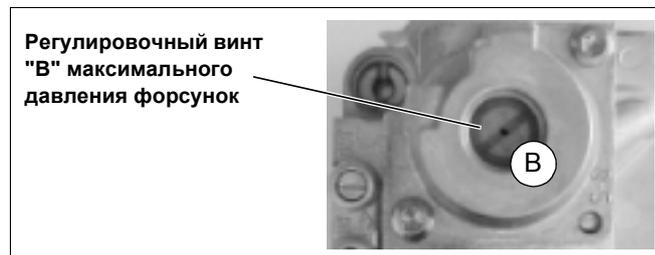
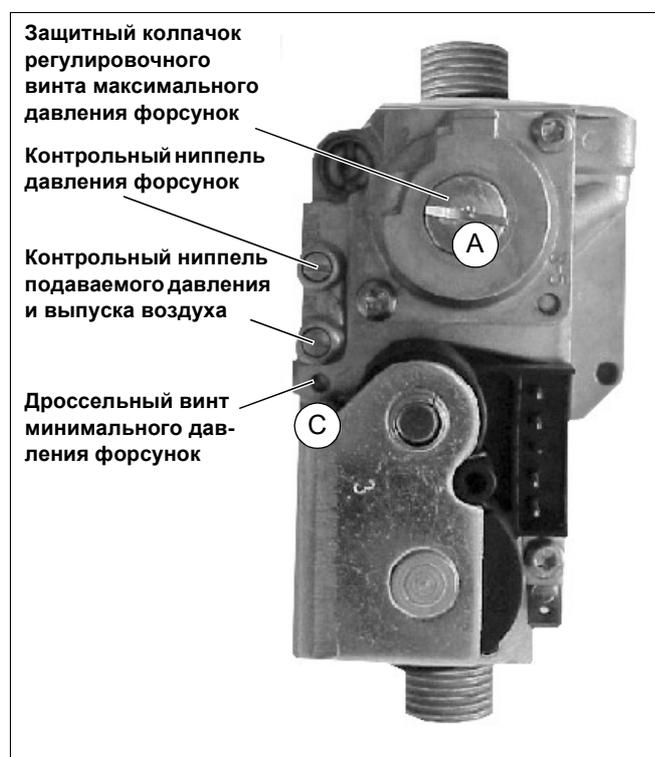

Рис. 44 Регулировочный винт максимального давления форсунок
Рис. 45 Настройка давления форсунок
- Снять защитный колпачок (рис. 45, поз. А). Произвести настройку, поворачивая регулировочный винт максимального давления форсунок (рис. 44, поз. В). Для повышения давления вращать - по часовой стрелке, для понижения - против часовой стрелки.
- Снять U-образный манометр и крепко закрутить ниппель для измерений запорным винтом (рис. 45).
- Открутить запорный винт контрольного ниппеля давления форсунок (рис. 45) и подключить U-образный манометр.
Если этого не достаточно, то нужно произвести регулировку дроссельным винтом на газовой арматуре (рис. 45, поз. С).
- Повернуть дроссельный винт на газовой арматуре (рис. 45, поз. С) для повышения минимального давления форсунок - против часовой стрелки, для понижения - по часовой стрелке.
- Снять защитный колпачок газовой арматуры (рис. 43, поз. А, стр. 46). Полностью закрутить регулировочный винт (рис. 44, поз. В) настройки максимального давления.